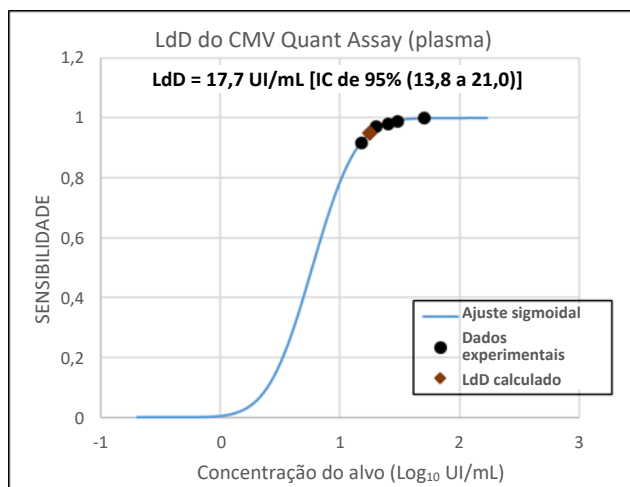

Figura 2: Análise de estilo Probit utilizada para determinar o LdD do NeuMoDx CMV Quant Assay em amostras de plasma
O LdD do NeuMoDx CMV Quant Assay em plasma para a variante gB1 foi determinado como sendo de 17,7 UI/mL (1,25 log₁₀ UI/mL) com um intervalo de confiança (IC) de 95% de 13,8–21,0 UI/mL (1,14–1,32 log₁₀ UI/mL) [Figura 2]. O LdD entre genótipos é de 20,0 UI/mL (1,30 log₁₀ UI/mL) tal como determinado pela análise da taxa de identificação.